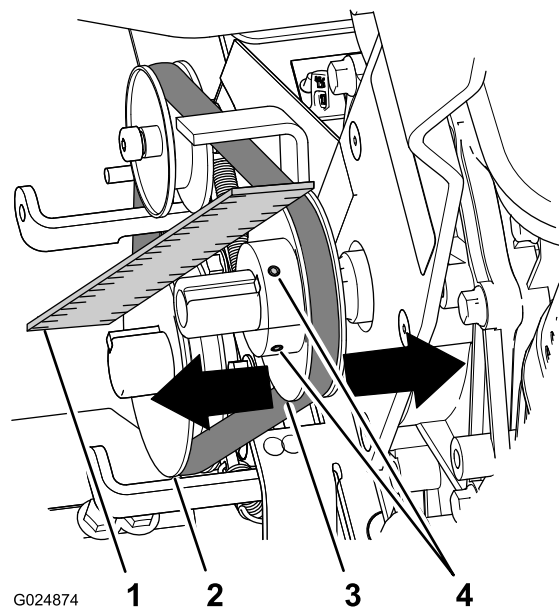

Figure 24
1. Placez une règle en travers de la poulie de moteur et de la poulie du boîtier d'engrenages (Figure 24).
- A. Desserrez les 2 vis de fixation de la poulie du moteur à l'arbre du moteur (Figure 24).
- B. Frappez doucement sur la poulie du moteur pour la rapprocher ou l'éloigner du moteur jusqu'à ce que les poulies de boîtier d'engrenages et de moteur soient alignées sur la règle (Figure 24).
- C. Resserrez les 2 vis qui fixent la poulie du moteur à l'arbre du moteur (Figure 24).